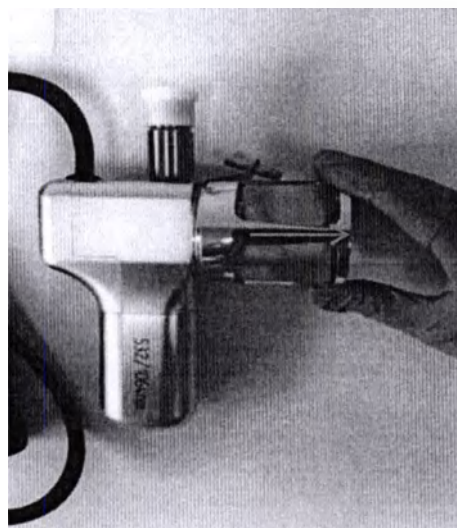

Рис. 12.9 – Упор Манипулятор 6 (сканирующий манипулятор), Манипулятор 7 (сканирующий манипулятор)
12.2.1.4 Для того чтобы снять упор Манипулятора 6 (сканирующий манипулятор), Манипулятора 7 (сканирующий манипулятор) необходимо его повернуть по часовой стрелке до щелчка и затем просто вынуть (стрелочкой на рис. 12.9 указано направление движения).